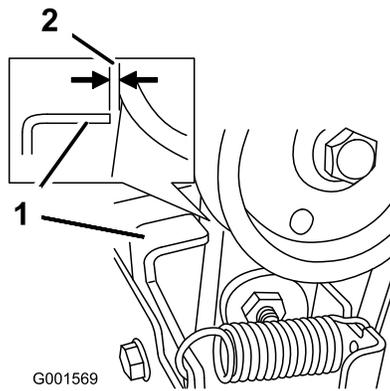

Bild 46
3. Kuppeln Sie den Räumwerk- bzw. Antriebsradhebel aus und stellen Sie sicher, dass der Abstand zwischen der Schneckenkupplung und der Nase 1,5 mm beträgt (Bild 46).